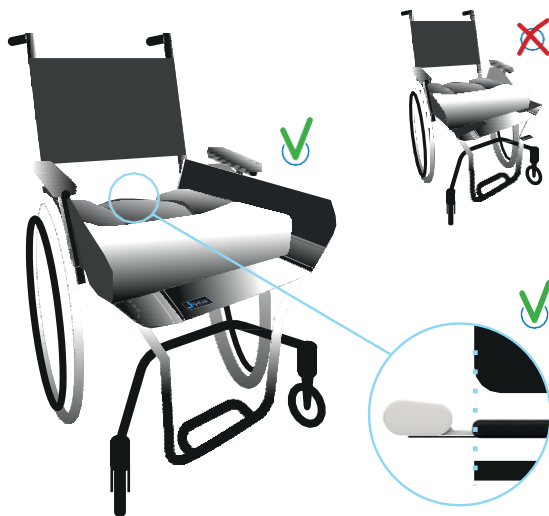

Figure 18
4. クッションをiShearの上部に来るよう車いすに戻し、側面フラップがクッション側面と車いすのサイドガードの間になっているか確認をする。車いす座面の最後部分がiShearマットの先端と揃うようにする。(Figure 18 参照)